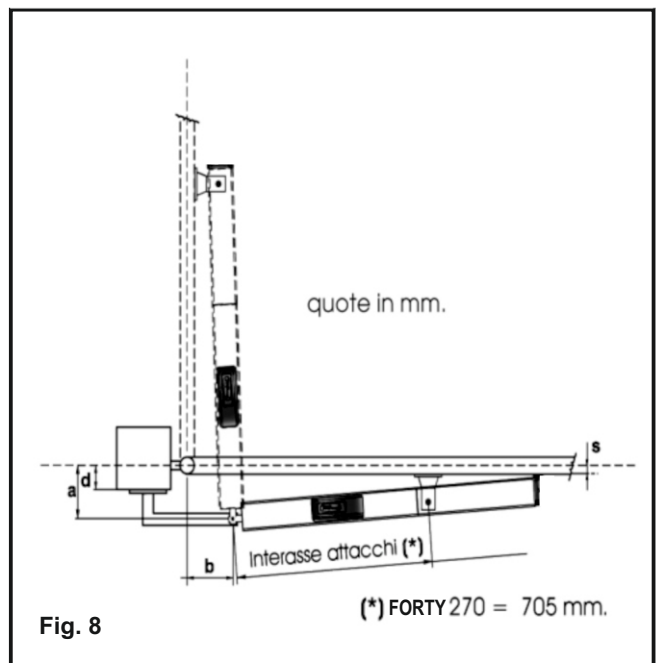

Fig. 8
3.3. FISSAGGIO ATTUATORE FORTY CON APERTURA CANCELLO VERSO L'ESTERNO (fig. 8)